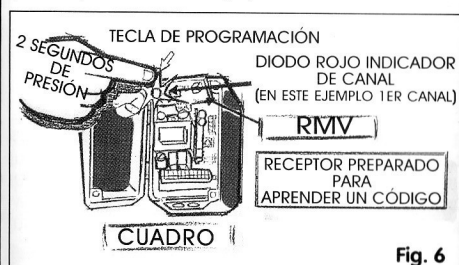

Fig. 6
4.-Pulse durante 2 segundos la tecla de "Programación" que posee el Receptor enchufable RMV hasta que se encienda el diodo rojo correspondiente al canal a programar. Fig. 6.